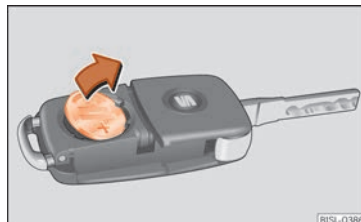

Fig. 130 Chiave del veicolo: togliere la batteria.
- Estrarre la batteria dal vano con un oggetto fino adatto » fig. 130.
- Posizionare la batteria nuova nel vano, premendola come indicato » fig. 130, in senso contrario alla freccia » ❶.